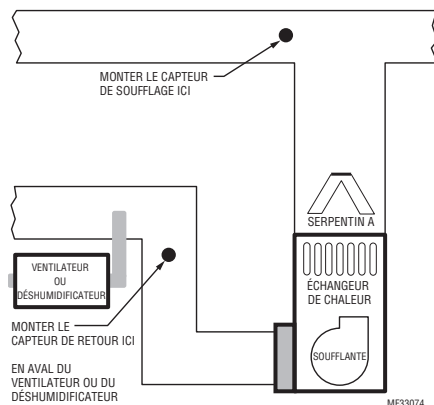

Fig. 1.
Consulter les instructions ci-dessous et les Fig. 1 à 5 pour les emplacements de montage des capteurs de température d'air de soufflage et de retour.
1. Monter le capteur de température d'air de soufflage sur la gaine d'alimentation à un emplacement permettant un mélange adéquat de l'air. Monter le capteur de température d'air de soufflage à l'écart du serpent A/de l'échangeur de chaleur, dans la mesure du possible. Voir la Fig. 1.
1. Installer le capteur de température d'air de retour sur la gaine de retour à un emplacement permettant un mélange adéquat de l'air. Monter le capteur de température d'air de retour en aval d'un humidificateur de dérivation, d'un déshumidificateur ou d'un ventilateur. Voir les Fig. 1 à 5.
1. Consulter les instructions des Fig. 1 à 5 pour les emplacements des capteurs d'air de soufflage et de retour.